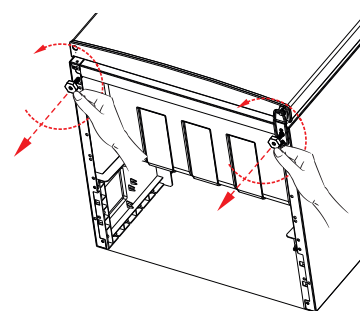

Fig. 1
- Desatornille las patas del aparato girándolas en sentido contrario al de las agujas del reloj (fig. 1).